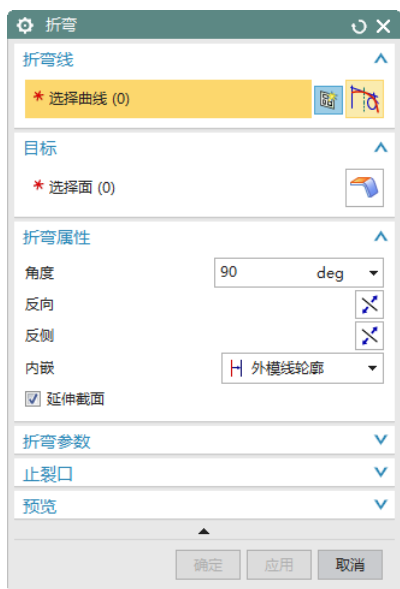

图 5-13 “折弯”对话框
(1) 选择“菜单(M)”→“插入(S)”→“折弯(N)”→“折弯(B)...”，或者单击“主页”选项卡“折弯”面组上“更多”库下“折弯”按钮，打开如图 5-13 所示“折弯”对话框。设置角度为 90，在内嵌选项中选择“外模线轮廓”，其他默认设置。